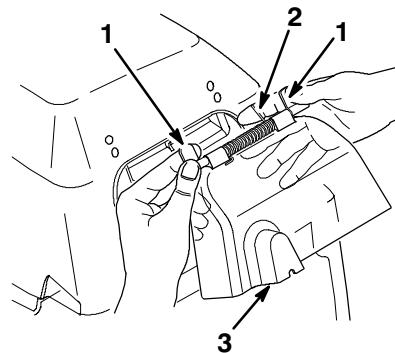

Figure 11
- Placer les pattes de fixation sur les deux axes de montage du capot protecteur (Fig. 11).
- Tourner le bout droit du ressort à la verticale (Fig. 11).